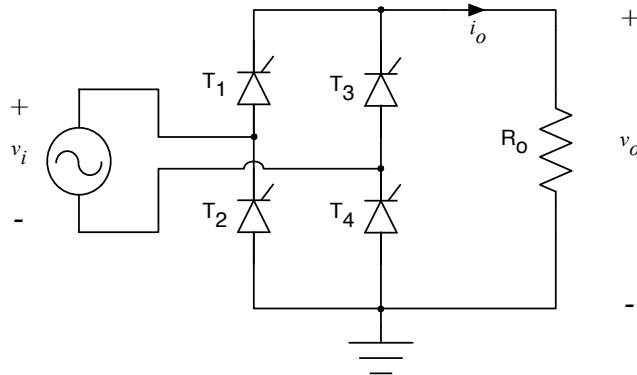

Figura 20 – Circuito para exercício resolvido 02.
**ER 02)** Considerando o circuito da Figura 20 e que a fonte de alimentação seja de 16 V (eficazes), os tiristores são ideais com ângulo de condução de  $45^\circ$  e a carga tem resistência de  $5\Omega$ , determine: